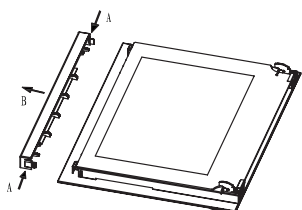

Fig.1
1. Presione el botón en el lado izquierdo y derecho de la puerta, saque el riel superior. (Fig.1)